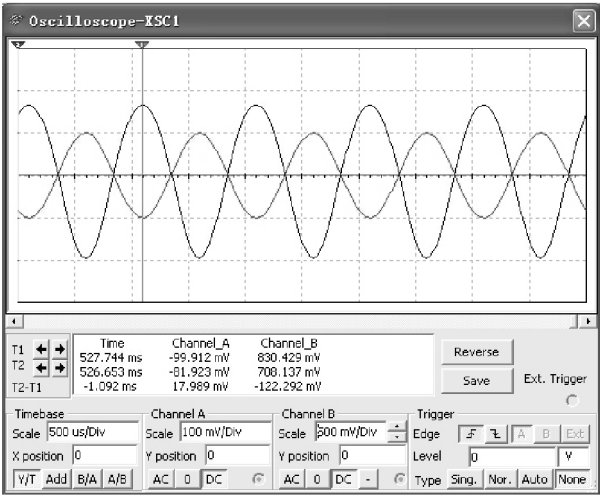

图 6-35 结型场效应晶体管共源放大电路输入和输出电压波形
- (2) 单击仿真开关激活电路。双击示波器图标, 显示屏上将出现结型场效应晶体管共源放大电路输入和输出电压波形, 如图 6-35 所示。
- (3) 记录输入峰值电压 U_{ip} 和输出峰值电压 U_{op} 于表 6-4 中。并观察记录输出与输入波